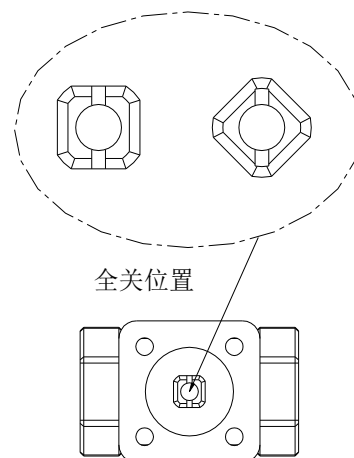

图 3
(1) 如图 3, 将阀杆上端面的一字槽旋转至全关位置: 二通阀一字槽垂直 AB(水流方向)方向为阀门全关状态; 三通阀一字槽垂直 AC 方向为全关闭状态。